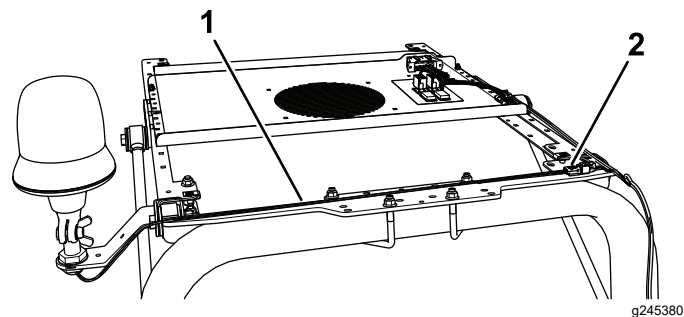

Рисунок 10
7. Вставьте разъем жгута проводов маячка в разъем жгута проводов панели переключателей (Рисунок 10).
8. Проложите жгут проводов маячка, как показано на Рисунок 10, и закрепите его кабельными стяжками.